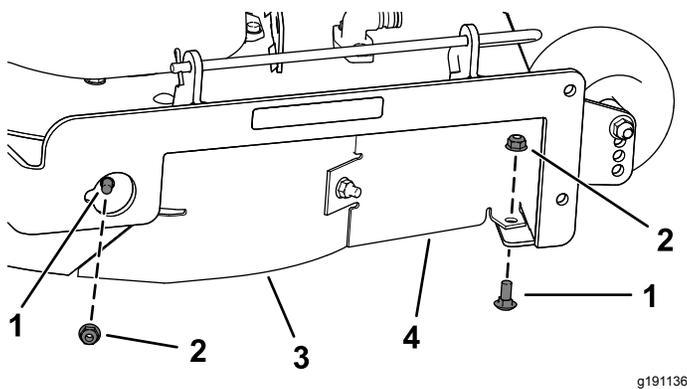

Bild 29
7. Entfernen Sie die zwei Schlossschrauben (5/16" x 3/4") und zwei Sicherungsmuttern (5/16"), mit denen das montierte rechte Ablenkblech und die Schutzvorrichtung des Ablenkblechs am Mähwerk befestigt sind (Bild 29).